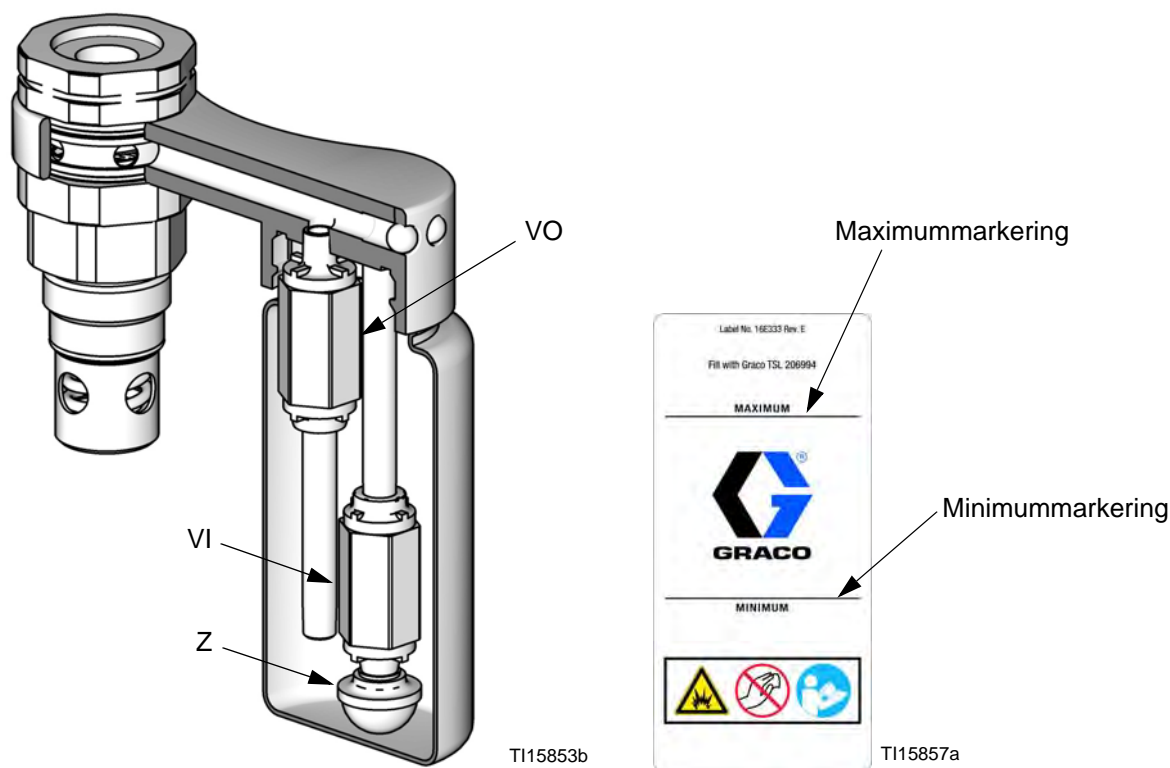

FIG. 3. Opengewerkt schema van TSL-reservoir en markeringslijnen
1. Vul het TSL-reservoir tot de maximummarkering met Throat Seal Liquid (TSL). Zie FIG. 3 op pagina 12.
2. Sluit de stroomregelklep (T) door de knop linksom te draaien en zo de druk op nul te zetten. Sluit de afsluiter van de toevoerleiding (S) en de afsluiter van de retourleiding (R). Controleer ook dat alle aftapkranen (U) gesloten zijn.
5. Open eerst de afsluiter van de retourleiding (R) en open vervolgens langzaam de afsluiter in de aanvoerleiding (S). Draai de knop van de regelaar (T) langzaam rechtson open en laat de druk oplopen tot de pomp start.
8. Sluit de vloeistofafsluitklep (D) stroomafwaarts van de pomp af. De pomp moet stilvallen door de tegen-druk nu de trekker is losgelaten.
3. Reinig de zeef (Z) van de inlaatregelklep (VI). Als de regelkleppen niet goed afgedicht zijn en vuile TSL in het oliereservoir vloeit, vervang dan de regelkleppen (VI, VO). Zie FIG. 3.